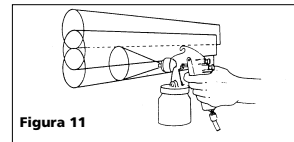

Figura 11
4. Los empates entre cada mano deben ser suficientes para obtener un acabado parejo al final (Vea la Figura 11).